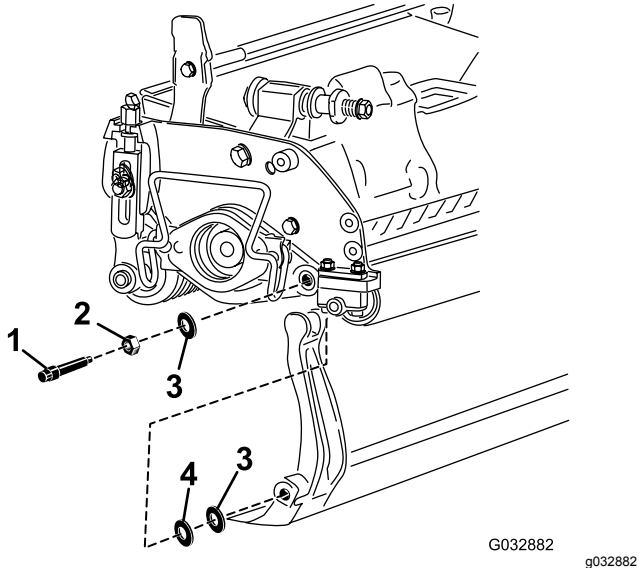

**Рисунок 14**
- С каждой стороны машины ослабьте контргайку, крепящую болт планки неподвижного ножа (Рисунок 14).
- Выверните все болты планки неподвижного ножа, потяните планку вниз и отсоедините от режущего блока (Рисунок 14).